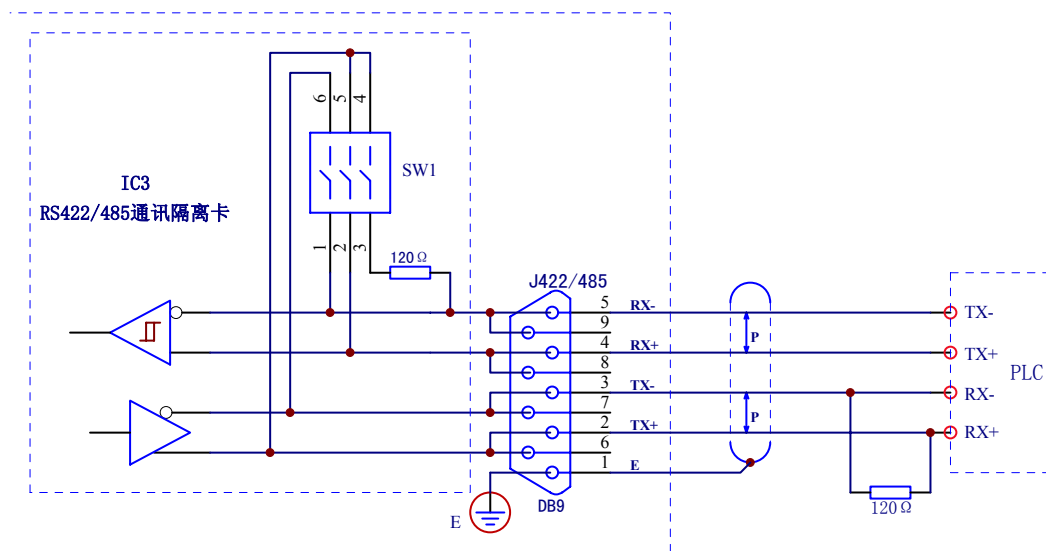

图 3.33 0.4kW~2.2kW 机型的光耦隔离卡 RS422IS 回路构成与连接
加装 RS422/485 的光耦隔离卡 RS422IS 后，通讯回路的构成与连接如图 3.33 所示。在该配置时最多可同时连接 15 台 IMS 伺服控制器。
2. 如表 3.15 和表 3.16 所示，拨码开关 SW1_1 和 SW1_2 用于选择进行 RS422 还是 RS485 通讯方式。出厂默认设置为 RS422 通讯方式。与上位机（如 PLC 等）的连线示意如图 3.33 所示。